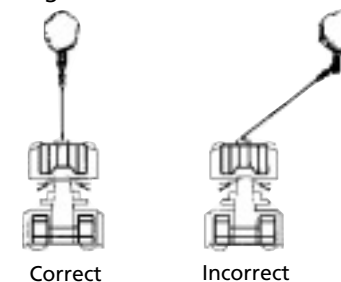

Figure 6
13. **ÉVITEZ LES TREUILLAGES CONTINUS EFFECTUÉS À DES ANGLES EXTRÊMES** car ils enrôleront le câble sur un côté du tambour (Fig. 6). Ceci peut coincer le câble dans le treuil et endommager le câble ou le treuil.